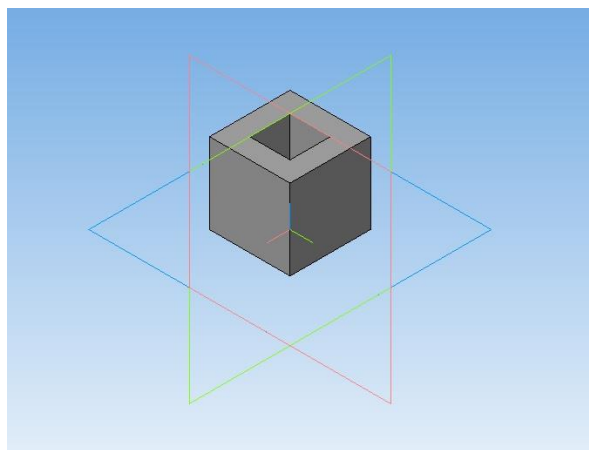

Рис. 5. Куб со сторонами 20 мм. и отверстием в 10 мм.
9. Проверяем как выглядит фантом нашей операции и если все устраивает, жмём **Создать объект** (рис. 5) [1].